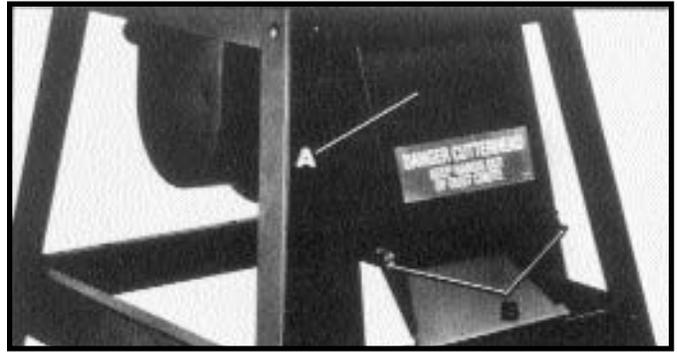

Fig. 63
La tapadera del conducto de polvo (A) Fig. 63 puede ser retirada para propósitos de limpieza quitando los dos tornillos de ala (B).
**⚠️ ADVERTENCIA: ASEGURESE QUE LA MAQUINA ESTE DESCONECTADA DE LA FUENTE DE ENERGIA ANTES DE QUITAR LA TAPADERA DEL CONDUCTO DE POLVO. LA TAPADERA DEL CONDUCTO DE POLVO (A) DEBE ESTAR MONTADA SIEMPRE AL FUNCIONAMIENTO.**